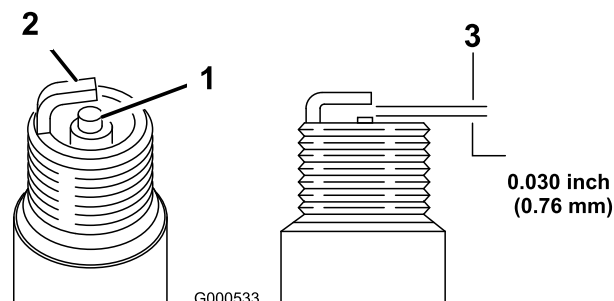

Figura 45
1. Veja a parte central das velas de ignição (Figura 45).
2. Verifique a folga entre os elétrodos central e lateral (Figura 45) e dobre o elétrodo lateral, se verificar uma folga incorreta.